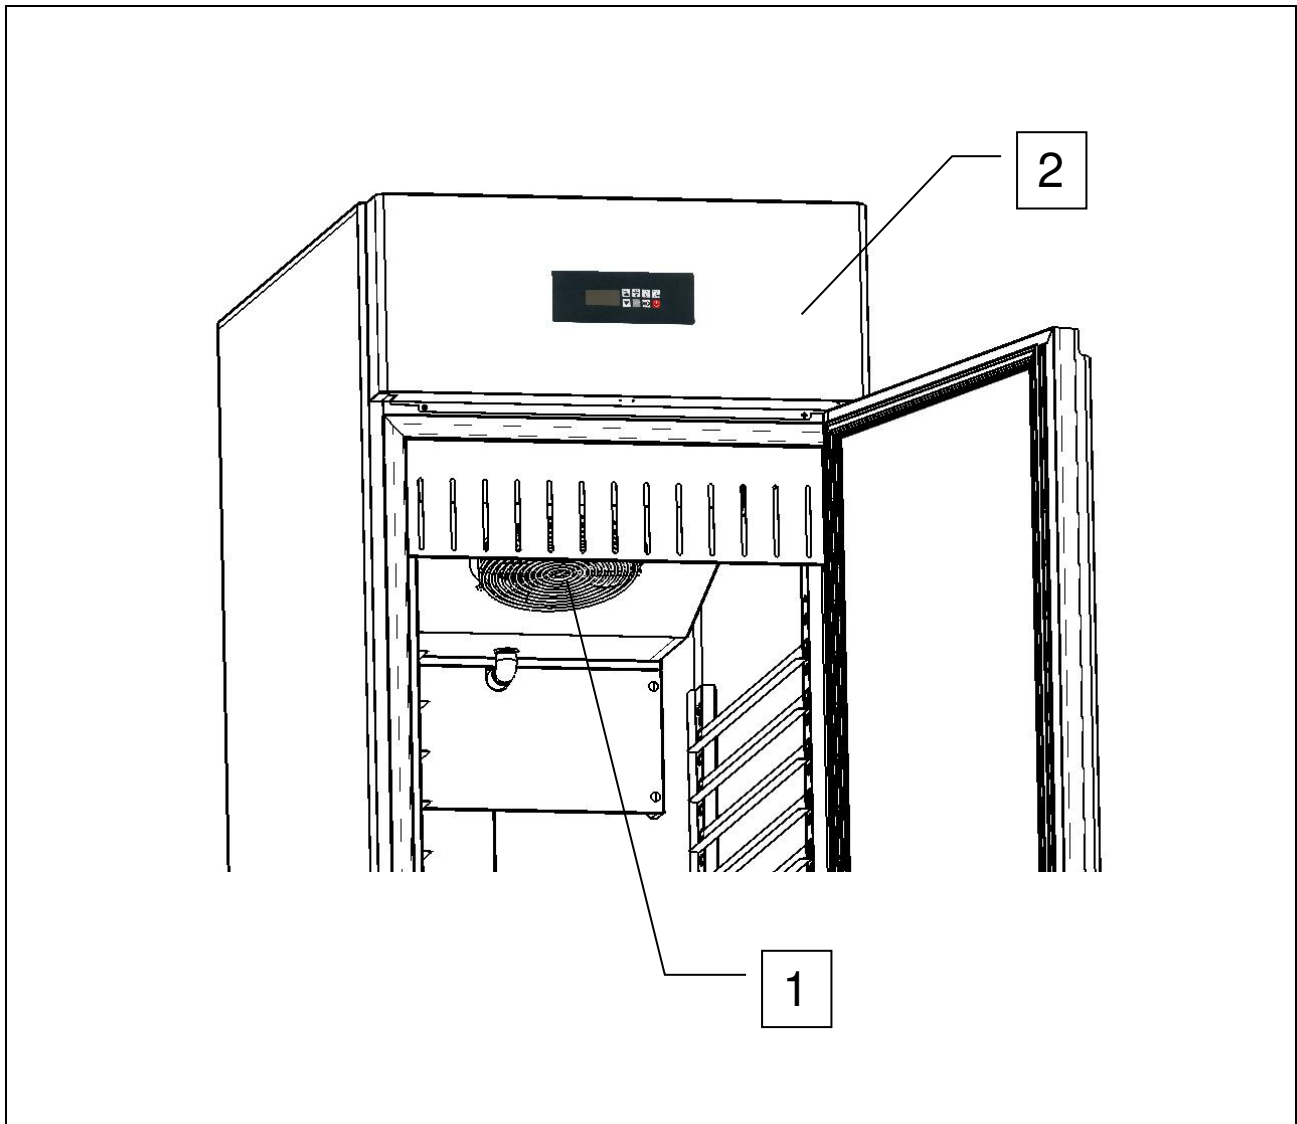

Abb. 5
- Innengitter zur Abdeckung der Kondensatoreinheit (Ref. 1, Abb. 5);
- Frontpaneel zur Abdeckung des Laufrads für die Kühlung der Puffereinheit (Ref. 2, Abb. 5).